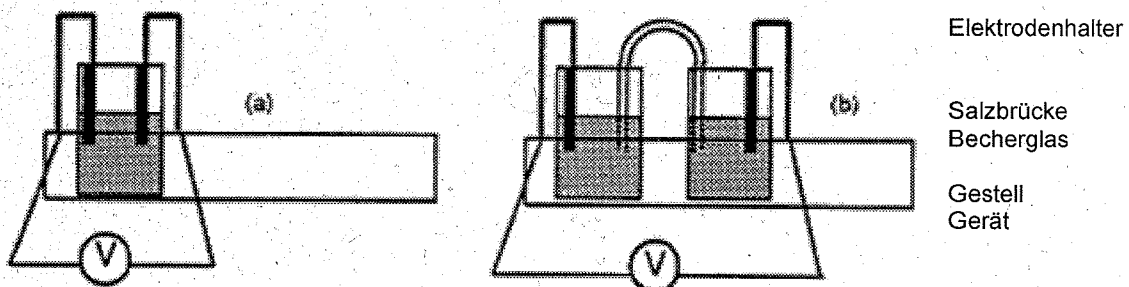

Abb. 1 Elektrische Energie, die durch einen Elektrontransfer herrührt.
1. Die einfache Batterie (siehe auch Abb.1)
2. Untersuchung eines Galvanischen Elementes [das Daniell-Element] (siehe Aufbau b-Abb. 1)